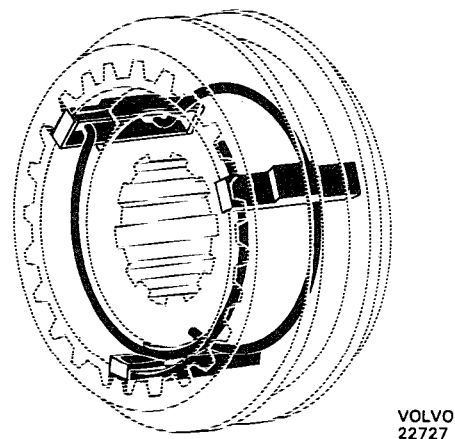

Bild 27. Hopsättning av synkronisering
4. Montera detaljerna (30, 34, 32 och 33) för 1–2:ans synkronisering på huvudaxeln. Montera fjädderringarna rätt, bild 27.
7. Montera tryckbricka (25), 3:ans kugghjul (24) och synkroniseringskona (23) på axeln.
8. Sätt ihop detaljerna (18–22) för 3–4:ans synkronisering. Montera fjädderingarna rätt, bild 27.